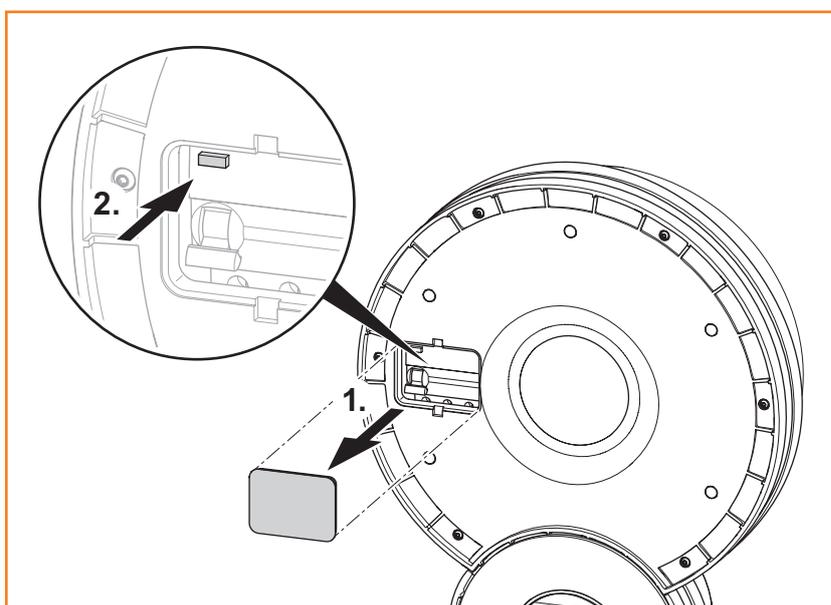

Bild 6 Prüftaste betätigen
- ▶ Entfernen Sie die Abdeckung der Wartungsklappe (siehe Bild 6).
- ▶ Drücken Sie auf die Prüftaste des Fehlerstromschutzschalters (siehe Bild 6).